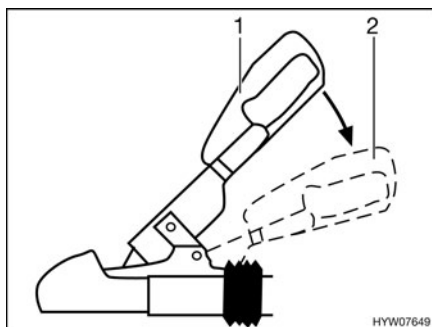

Fig. 173 Poignée de stabilisation
- Activer l'installation du dispositif de stabilisation. Appuyer la poignée d'attelage en position fermée (Fig. 173,1) jusqu'à la butée vers le bas (Fig. 173,2).